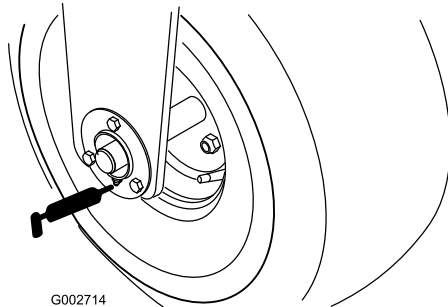

Figure 19
- Roulement de roue avant (1) (Figure 19)